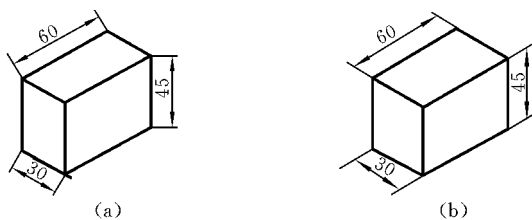

图 10.10 轴测面上标注尺寸图
标注文字 = 60 //结果如图 10.10(a)所示的尺寸(60)
同理在右平面标注尺寸(45)、左平面标注尺寸(30) 结果如图 10.10(a)所示。
同理编辑右平面的尺寸标注(45)、左平面的尺寸标注(30) 结果如图 10.10(b)所示。